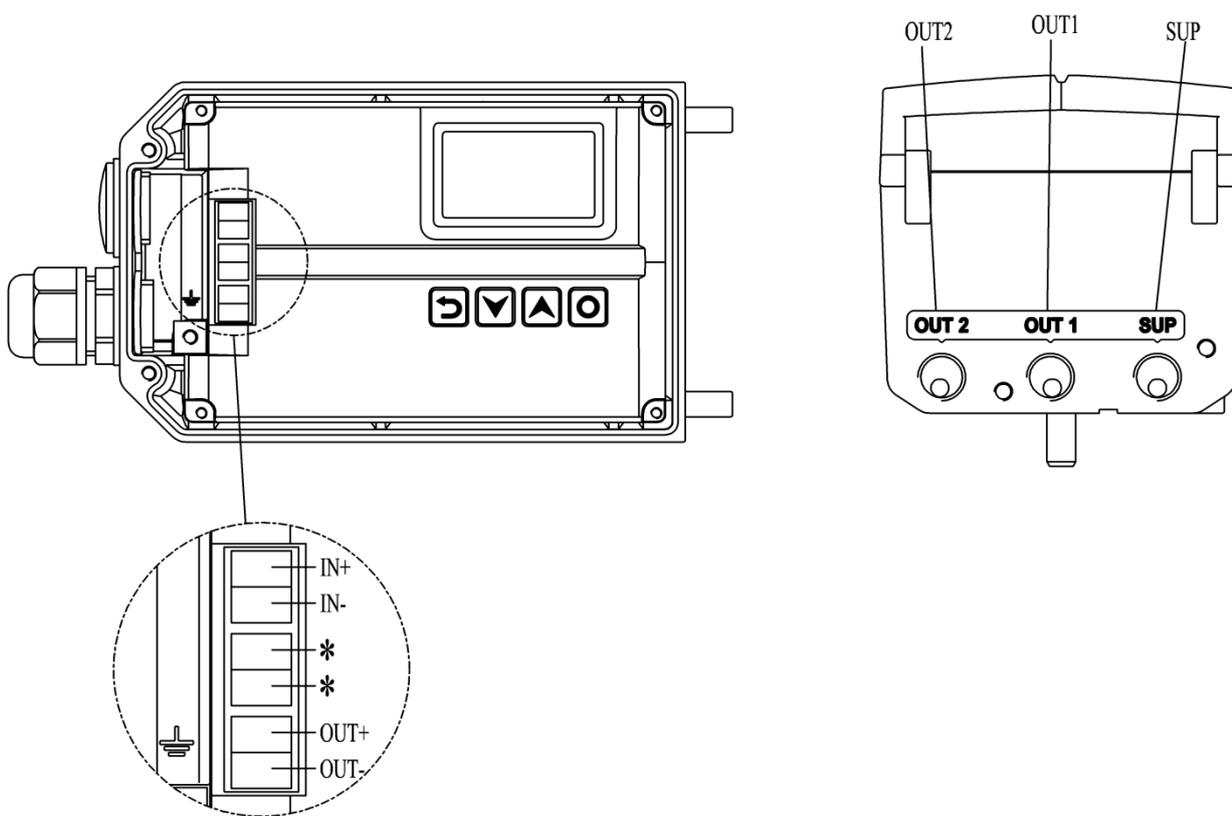

图1. 接口说明
- 如果输入信号的空载电压在 11-15V 之间，为避免输入信号衰减，需要将定位器设置成低阻抗模式。将图 1 所示的 2 个 \* 标记的未定义电气接口通过 1 根导线相互连接，使定位器处于低阻抗模式。